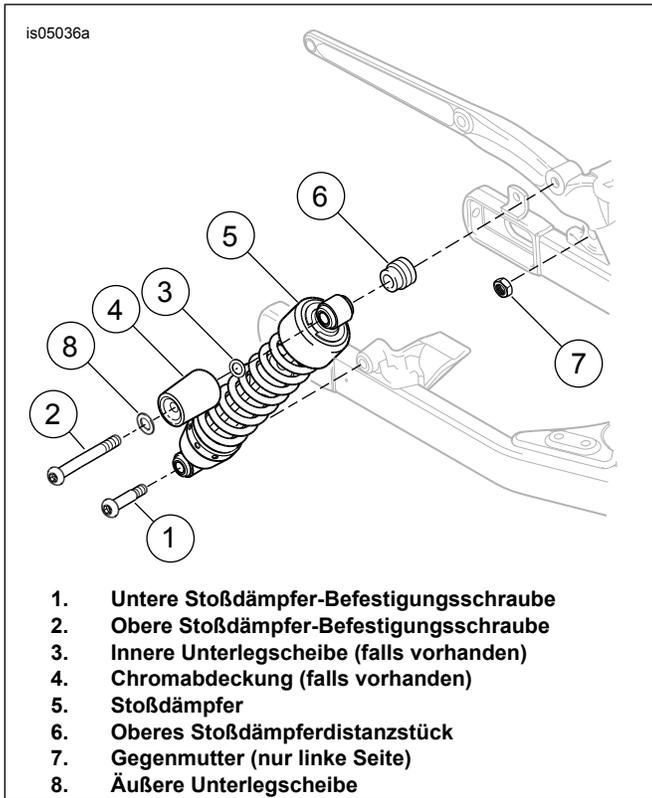

Abbildung 1. Originalstoßdämpfer ausbauen (Modelle von 2006 und 2007)
1. Siehe Abbildung 1. Untere Stoßdämpfer-Befestigungsschraube (1) und Gegenmutter (7) (nur an linker Seite verwendet) entfernen. Die Gegenmutter für den Einbau aufheben.
2. Obere Stoßdämpferbefestigungsschraube (2), äußere Unterlegscheibe (8), Chromabdeckung (4), innere Unterlegscheibe (3), Stoßdämpfer (5) und Distanzstück (6) ausbauen.
3. Chromabdeckungen (falls vorhanden) und alle Befestigungsteile außer der Gegenmutter (7) entsorgen.